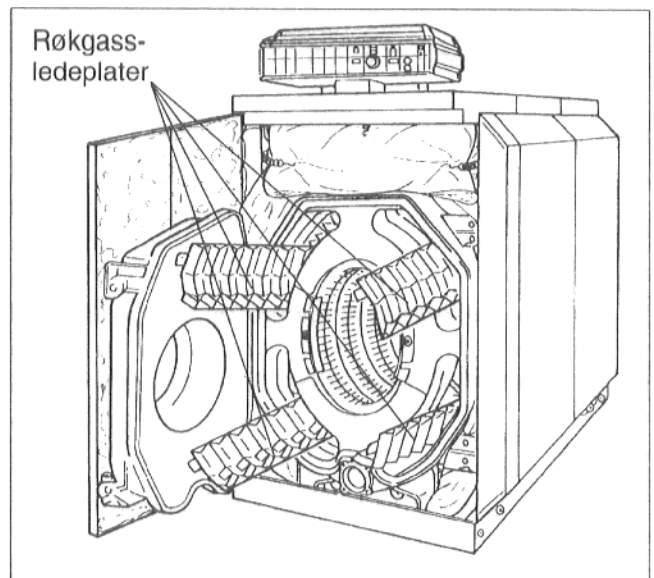

Fig. 54
- Røkgass-ledeplatene trekkes frem og ut av kjelen (Fig. 54).